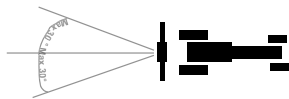

Abb. 3
- Beim Ziehen beachten Sie den maximal erlaubten Zugwinkel von 30 Grad (Abb.3).